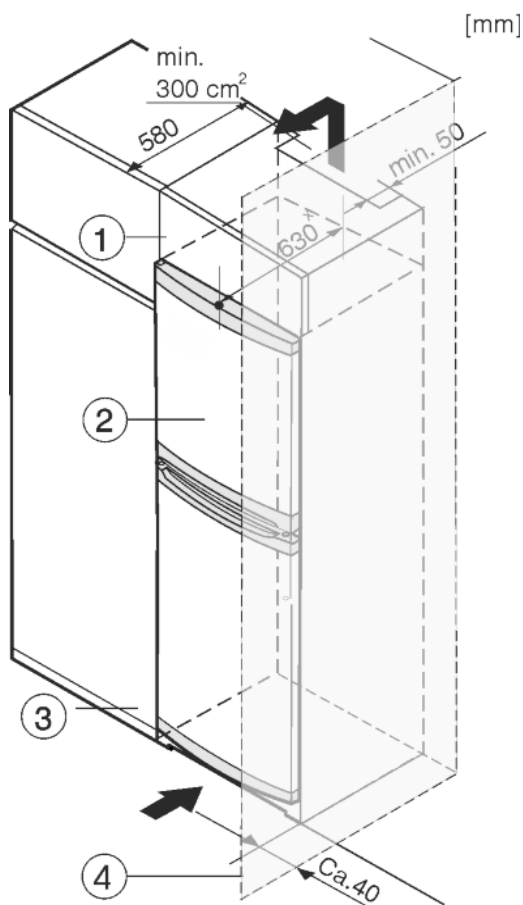

Fig. 8
- (1) Szafka nakładana
- (2) Urządzenie
- (3) Szafka kuchenna
- (4) Ściana
Urządzenie może zostać obudowane szafkami kuchennymi. Aby dopasować urządzenie Fig. 8 (2) do wysokości ciągu szafek kuchennych, można nad urządzeniem umieścić szafkę nasadzaną Fig. 8 (1).
W przypadku obudowania szafkami kuchennymi (głębokość maks. 580 mm) urządzenie można ustawić bezpośrednio obok szafki kuchennej Fig. 8 (3). Urządzenie wystaje z boku o 34 mm * i na środku urządzenia o 50 mm * w stosunku do frontu szafek kuchennych.
Jeżeli urządzenie będzie ustawiane z zawiasami do ściany *Fig. 8 (4)*, to pomiędzy urządzeniem i ścianą należy zachować minimalny odstęp, wynoszący 40 mm. Na taką odległość wystaje klamka przy otwartych drzwiach.